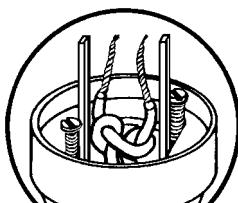

Fig. 5
5. Quite una media pulgada de aislamiento del fin del alambre. No corte ninguno de los alambres finos (Fig. 5).